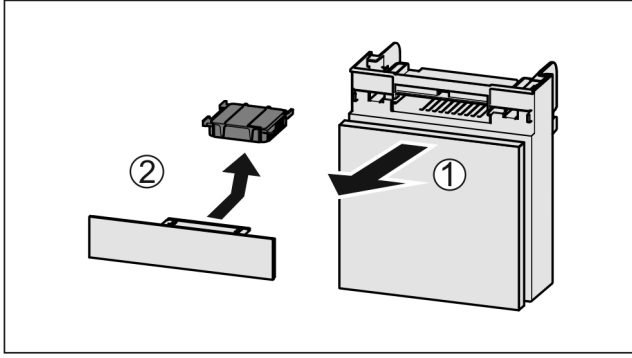

Fig. 120
- Rafı öne doğru dışarı çekin Fig. 120 (1).
- Aktif karbon filtresini çıkarın Fig. 120 (2).